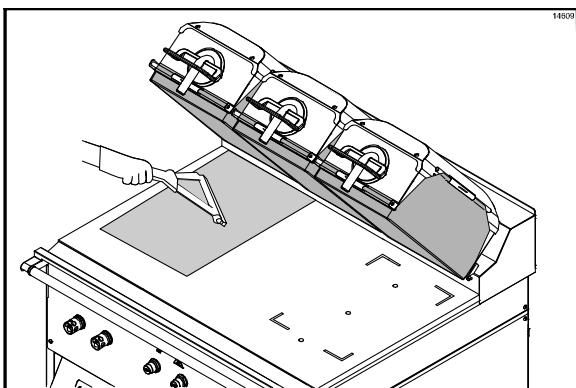

Abbildung 18
9. Mit dem für den Grill bestimmten Gummi-Abzieher behutsam ziehend die Luftblasen unter der Trennfolie herausdrücken, ohne die Trennfolie dabei zu kniften oder zu falten. (Siehe Abbildung 18.)